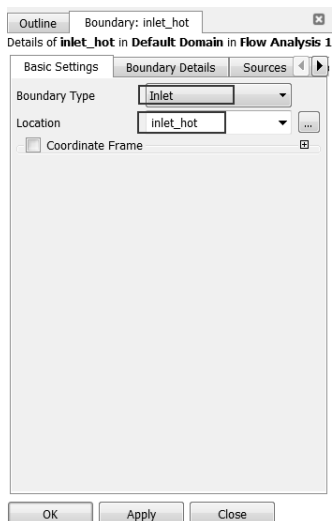

图 17-23 入口设置（1）
Step7 此时弹出如图 17-23 所示的 Boundary:inlet_hot 对话框, 在其中的 Basic Settings 选项卡中做如下设置。